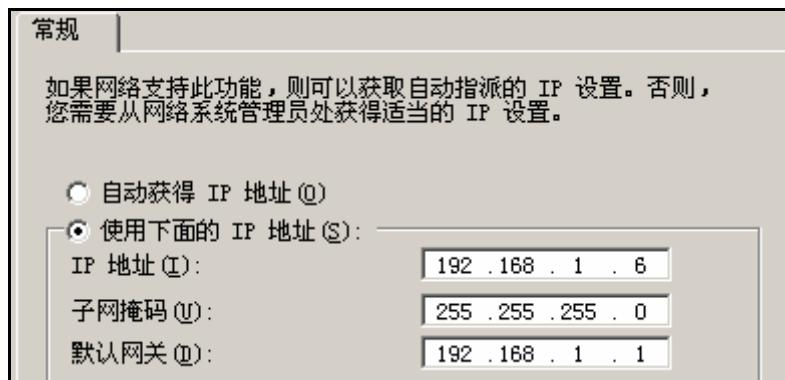

图 4-10 配置本机的 IP 地址
4. 单击操作系统工具栏中本地连接的图标 ，检查计算机网卡的 IP 地址设置，并确认 IP address : 192 , 168 , 1 , XXX ; Subnet mask : 255 , 255 , 255 , 0 ; Default gateway : 192 , 168 , 1 , 1，如有不同，修改为上述配置，如图 4-10 所示。